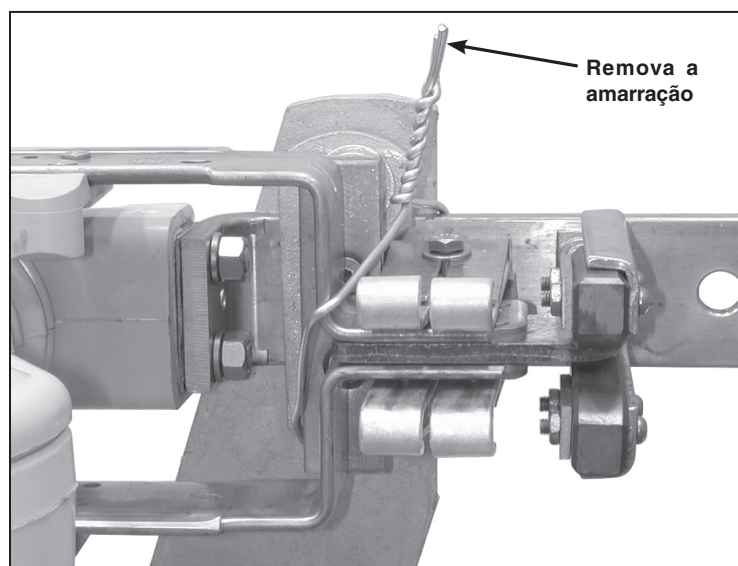

Figura 34. Remova a amarração no conjunto de contatos fixos principais.
PASSO 34. Remova a amarração que prende as lâminas da chave aos seus conjuntos de contatos principais fixos. Ver Figura 34.